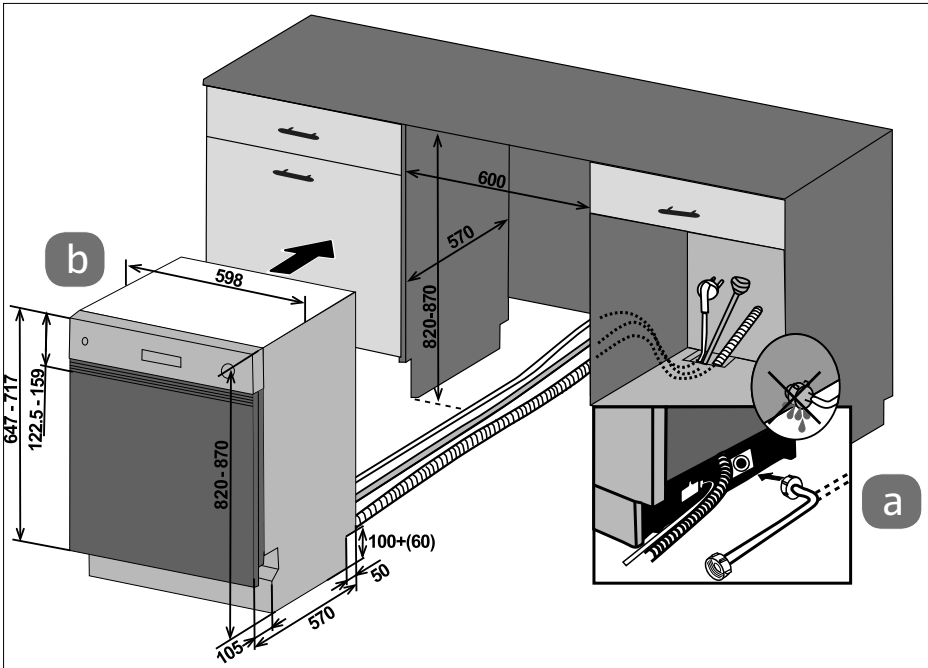

Abb. 4
- ▶ Achten Sie beim Einbau auf ausreichend Platz (a) und bereiten Sie die Einbaustelle vor, so dass Strom- und Wasserverbindungen (a) fachgerecht zur Verfügung stehen (siehe **Abb. 4**).
- ▶ Entnehmen Sie die Maße einer geeigneten Frontblende der Abbildung 4.